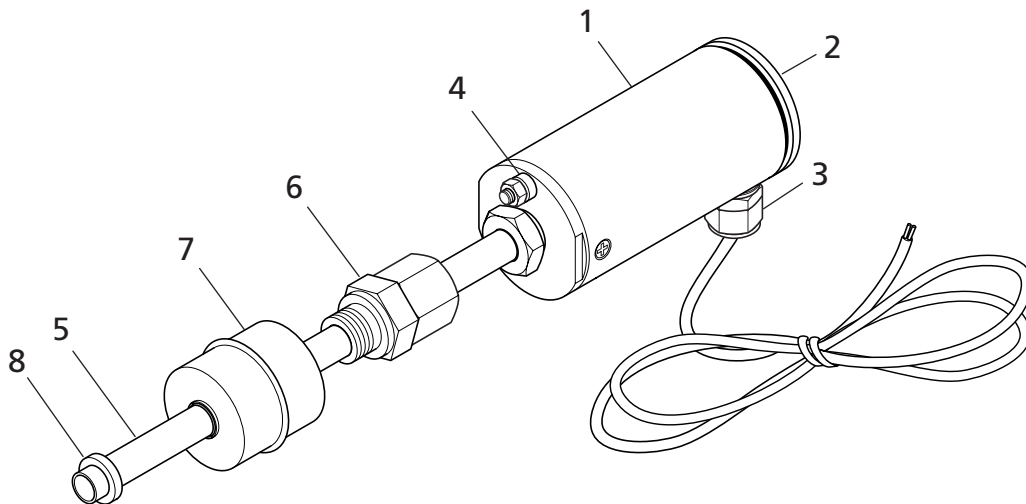

Abb. 1: Der Messwertgeber TORRIX
Der Aufbau des Messwertgebers TORRIX ist als Ausführung mit Einschraubkörper in Abb. 1 dargestellt. Im Sondenkopf (1) des Messwertgebers befindet sich der durch den Deckel (2) geschützte Anschluss- und Justagebereich. Der elektrische Anschluss erfolgt über eine M16x1,5-Kabelverschraubung (3) oben am Sondenkopf und den Erdungsanschluss (4) unten am Sondenkopf. (Siehe Kap. 4 „Installation“ und Kap. 5 „Justage“)